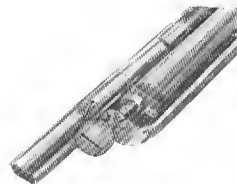

Fig. 9
- il foro dell'appendice della guida asta comando coincida col foro dell'orecchietta del cilindro presa gas, affinché la vite di fissaggio dell'asta sia facilmente avvvitabile (fig. 9).